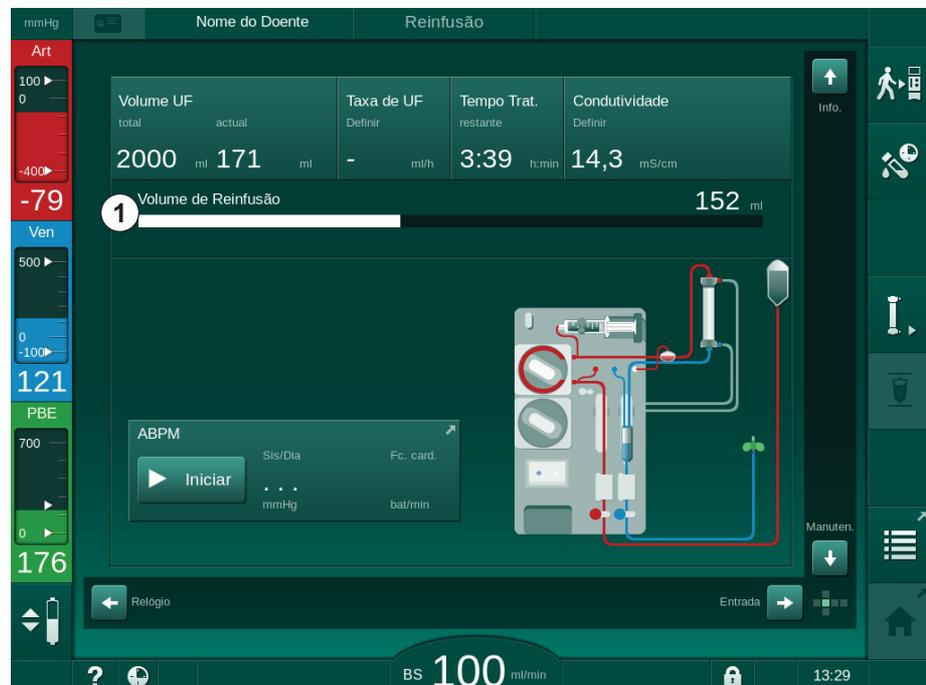

Fig. 6-20 Reinfusão em curso
➤ O volume de sangue reinfundido é indicado no ecrã (Fig. 6-20, ①).